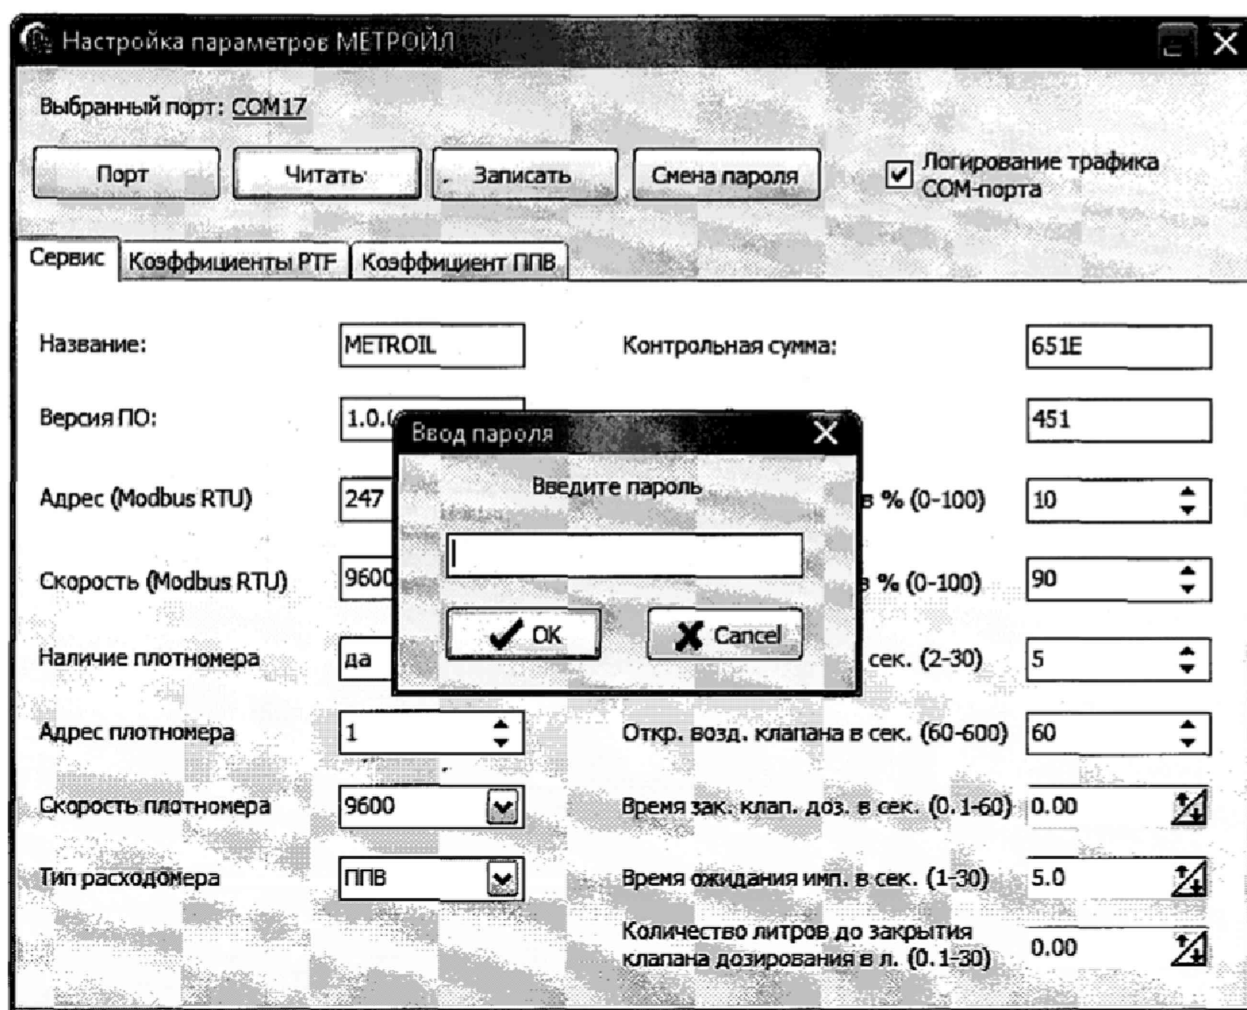

Рисунок 7
10.7.1 При записи (кнопка «Запись») измененных настроек выводится окно ввода пароля (рисунок 7)
10.7.5 При нажатии кнопки «Записать» (рисунок 7) данные передаются в контроллер и сохраняются в его энергонезависимой памяти.